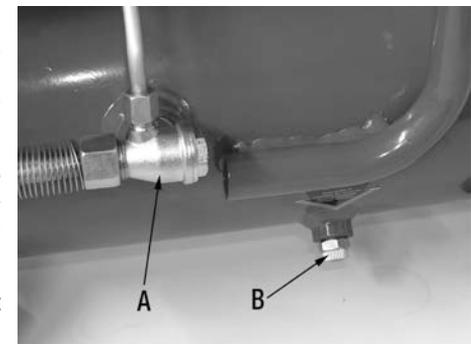

FIGURE 7
**SOUPE DE RETENUE (A) FIG. 7:** Lorsque le compresseur d'air est en marche, la soupape de retenue est "ouverte" et l'air comprimé peut ainsi entrer dans le réservoir d'air. Lorsque le compresseur à air atteint la pression de "déclenchement", la soupape de retenue "se ferme", et la pression d'air peut ainsi demeurer à l'intérieur du réservoir d'air.
**SOUPAPE DE VIDANGER (B) FIG.7:** La soupape de vidanger est située à la base de réservoir d'air inférieur et sert à vider la condensation au terme de chaque usage.